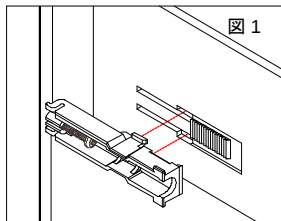

図 1
3. 取付具を本機器の取付口に差し込みます。その際、取付具を前方に押し込まないでください。(図1)